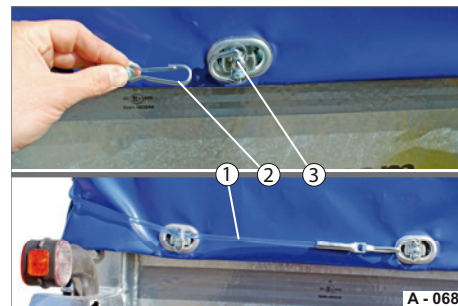

Abb. 72 Planenteil sichern
- ▶ Führen Sie das Spannseil (Abb. 72/1) um die Eckrune und fädeln Sie das Spannseil mit dem Karabinerhaken (Abb. 72/2) durch die Krampe.
- ▶ Haken Sie den Karabinerhaken in die Krampe (Abb. 72/3) ein. Das Planenteil ist geschlossen und gesichert.